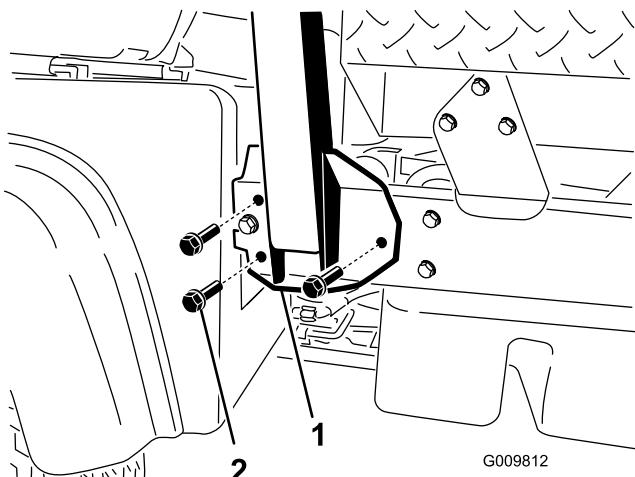

Figura 4
1. Alineie cada lado do ROPS com os orifícios de montagem no chassis que se encontram em cada um dos lados do veículo como se mostra na Figura 4.